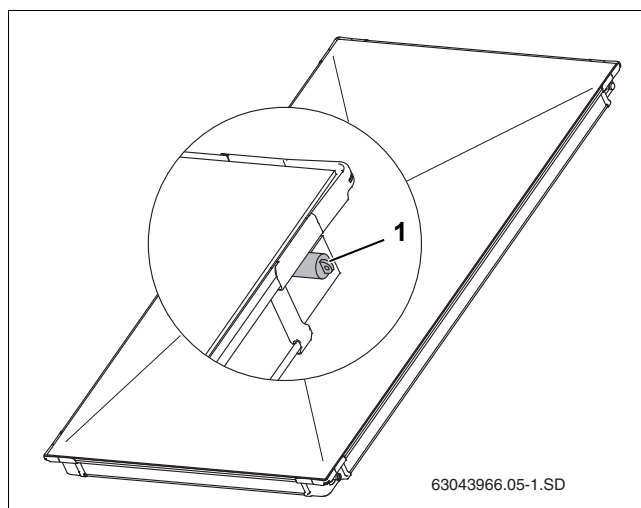

Рис. 6 Резиновые крышки на штуцерах коллектора
- ▶ Снимите резиновые крышки (рис. 6, [1]) только непосредственно перед монтажом.